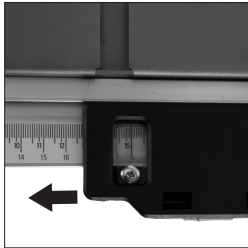

Abb. 13
- Bewegen Sie die Anschlagschiene vorsichtig nach rechts oder links bis die Position ‚0‘ auf der Skala mit der Bezugslinie in der Lupe übereinstimmt. (**Abb. 13**)